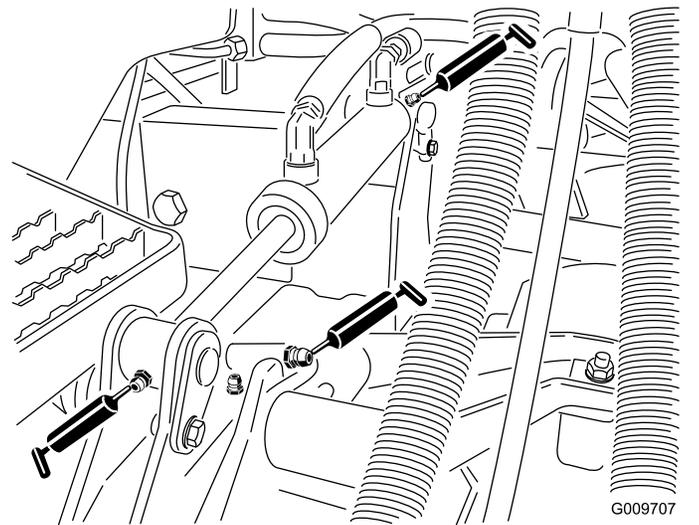

Figura 46
- Casquilhos do braço de elevação (1 por unidade de corte), como se mostra na Figura 46
- Casquilhos do cilindro de elevação (2 por unidade de corte), como se mostra na Figura 46